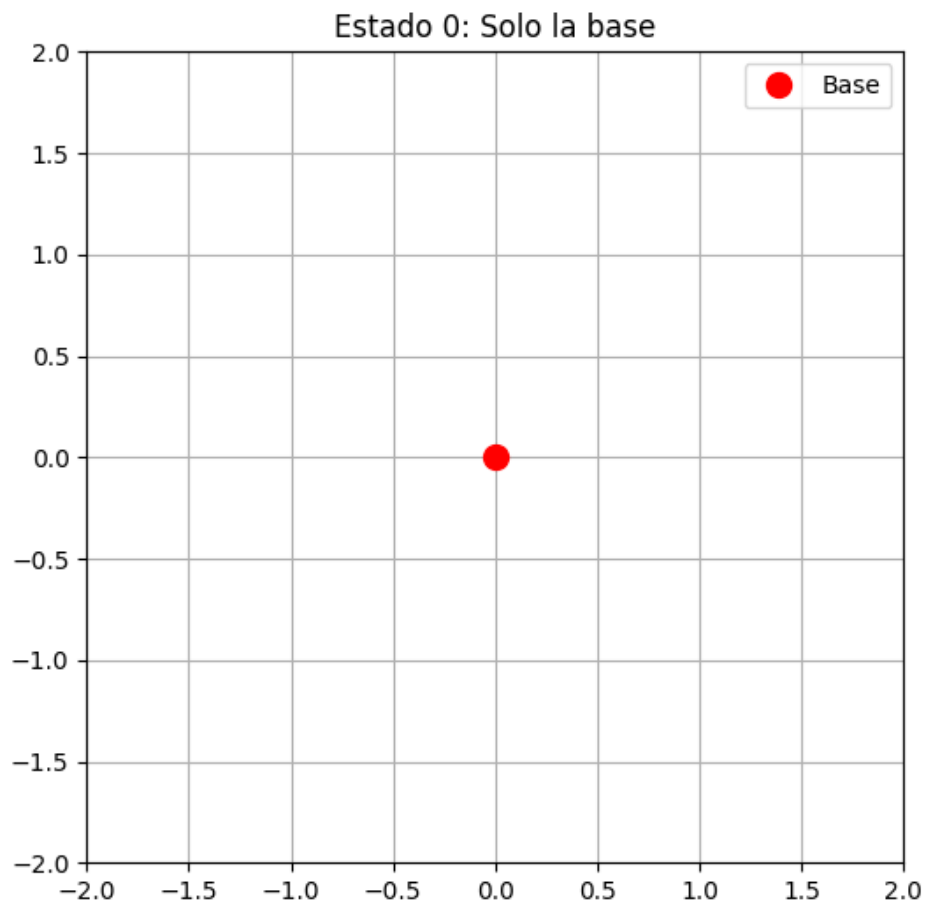

Figura 1: Estado 0: Solo la base (sin transformaciones)
- **Figura 1:** Muestra la escena inicial sin ninguna transformación.